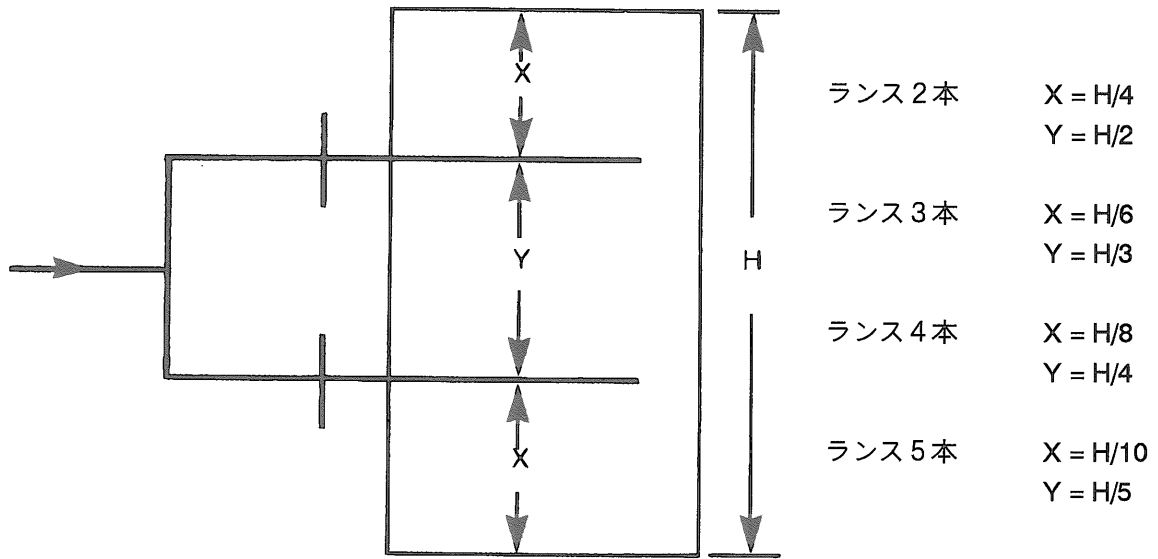

図 3.
- 2.6 複数ランスの場合には、図3に示されているようにダクト内で蒸気が均等に分配されるように取り付けます。特に枝管に対する蒸気の主管の位置に充分注意を払って下さい(図5、11、12並びに13を参照)。通常5本のランスまで水平に取り付けることが出来ます。ダクトの高さに対するランスの本数についての推奨値は3.4項に記載されています。
- 3.3 ダクト内での蒸気の凝縮によるトラブルをなくし、且つ、吸収距離を最小にするため、ランスは図3に従って取り付けます。